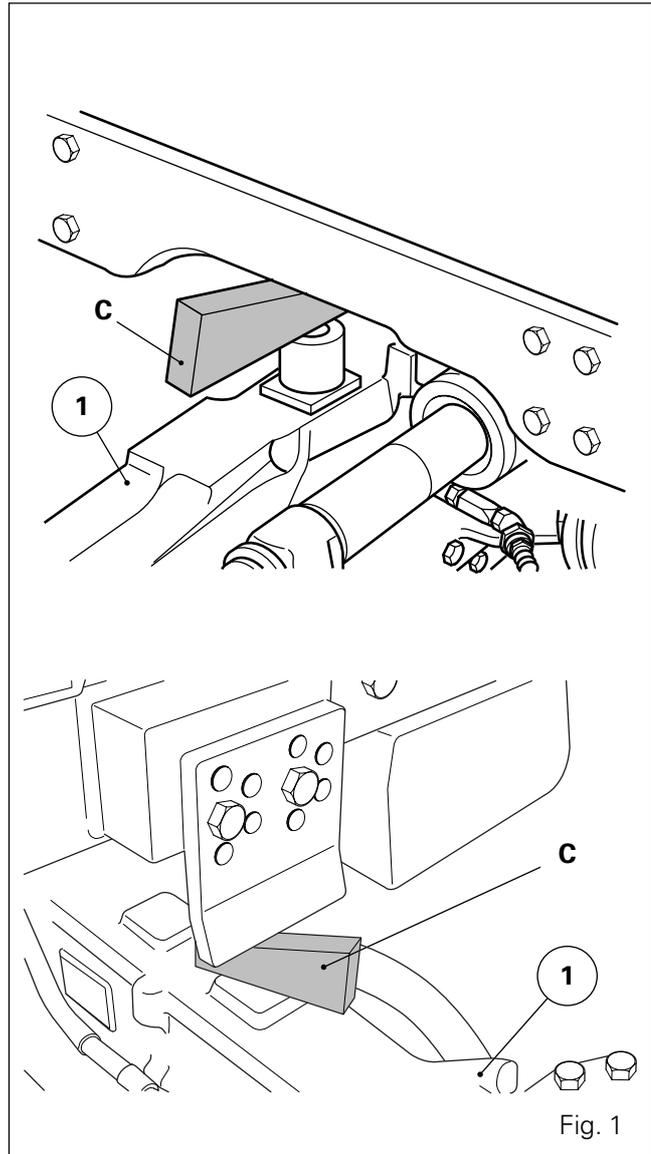

Fig. 1
14. Retirar los refuerzos del chasis situados a un lado y a otro del motor (si están montados) (ver la sección 2F01). Tensar el freno de mano e inmovilizar el eje delantero (1) con ayuda de calces apropiados "C" (Fig.1). Calzar las ruedas traseras.